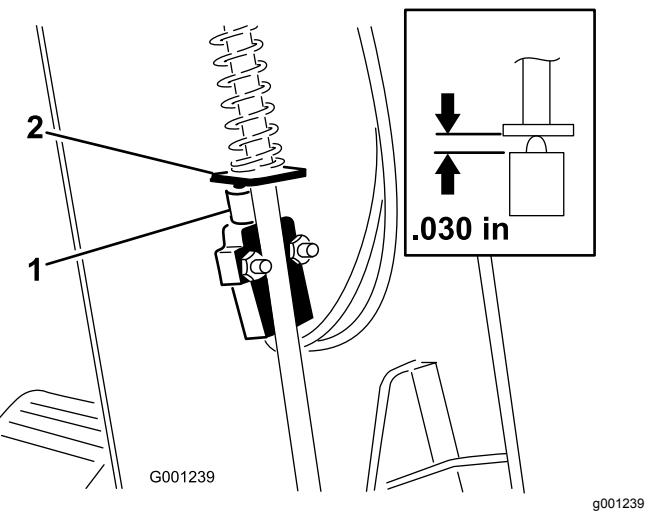

Figura 71
- Faça deslizar a cobertura para cima, ao longo do veio de direção, de modo a expor o interruptor do travão de estacionamento (Figura 71).
- Alinhe a aleta da barra do travão de estacionamento com o êmbolo do interruptor (Figura 71)..
- Pressione a barra do travão de estacionamento para baixo e empurre para cima o interruptor até que o comprimento em compressão do êmbolo do interruptor seja de 0,7 mm; consulte Figura 71.